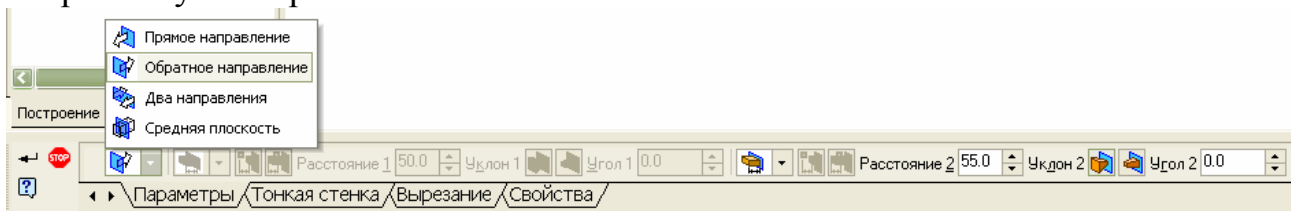

Рис. 53 – Вирізання ескізу витисненням
3.8 Натисніть кнопку «*Вырезать выдавливанием*»  для вирізання ескізу **на відстані 55 мм** (рис. 53). Зверніть увагу на те, що напрям вирізу потрібен бути зворотнім.